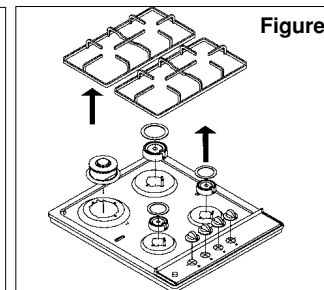

Figure 17
2. Retirez les chapeaux et les couronnes des brûleurs (figure 17)